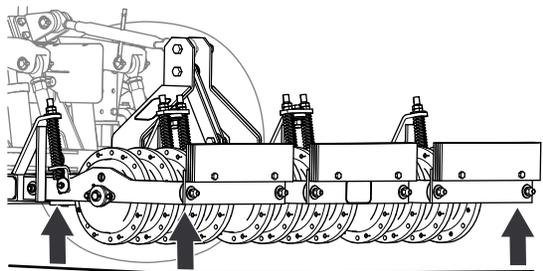

图19
7. 调整3点式挂钩的连杆使打孔机左至右和前至后水平图19 请参阅主机《操作员手册》。